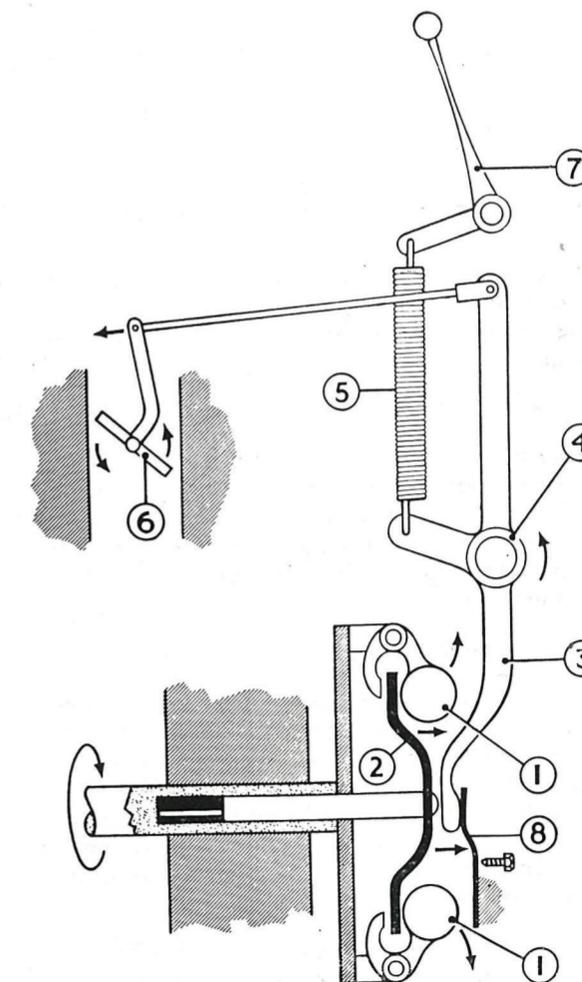

FIG. 40
- un ressort (5) dont la tension est réglable par la manette d'accélération (7); ce ressort a tendance à ouvrir continuellement le papillon des gaz (6);
- 4 masselottes (1) s'opposant à l'action du ressort (5) et tendant à fermer le papillon des gaz.
**FONCTIONNEMENT (Fig. 40)**
A mesure qu'augmente la vitesse du moteur, les masselottes (1) s'écartent sous l'action de la force centrifuge et poussent vers l'avant la coupelle (2) qui prend appui sur le levier (3) et fait pivoter ce dernier sur son axe (4) dans le sens indiqué par les flèches sur la figure 40. Il s'ensuit que le papillon des gaz pivote à son tour comme il est indiqué en réduisant ainsi le passage des gaz.
FIG. 40 bis